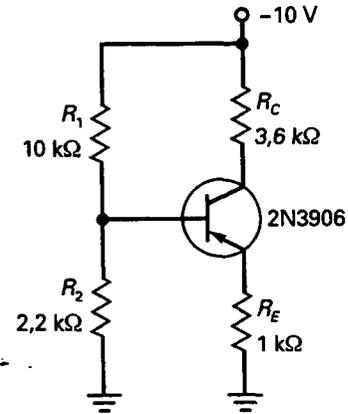

Figura 8-25
- 8-23. ¿Cuánto vale la tensión de emisor en el circuito de la Figura 8-25? ¿Cuánto vale la tensión de colector?